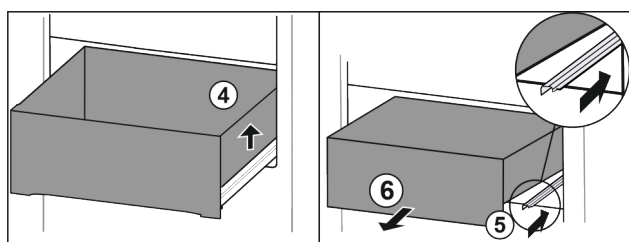

Fig. 78
- ▶ Lade rechts optillen. Fig. 78 (4)
- ▶ Rechter rail erin schuiven. Fig. 78 (5)
- ▶ Lade naar voren toe verwijderen. Fig. 78 (6)